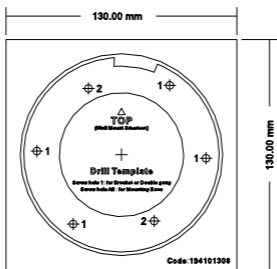

图2-16 贴纸规格
2. 安装贴纸：将贴纸预先粘贴至选定的安装位置，如图 2-16 所示。